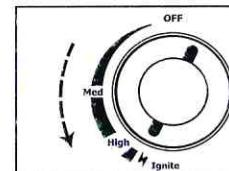

Рис. 5
- Зажгите огнь, повернув регулятор силы горения против часовой стрелки до щелчка (Рис. 5).